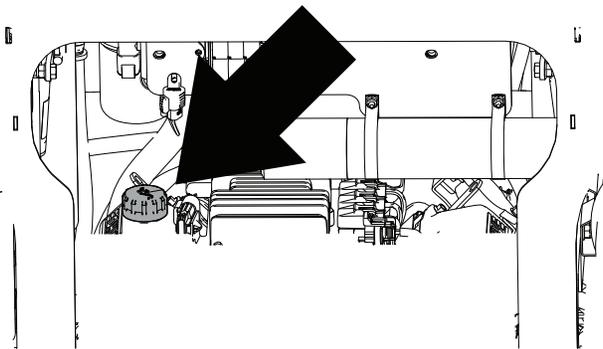

Figure 32
8. Retirez le bouchon de remplissage d'huile sur le moteur (Figure 32).